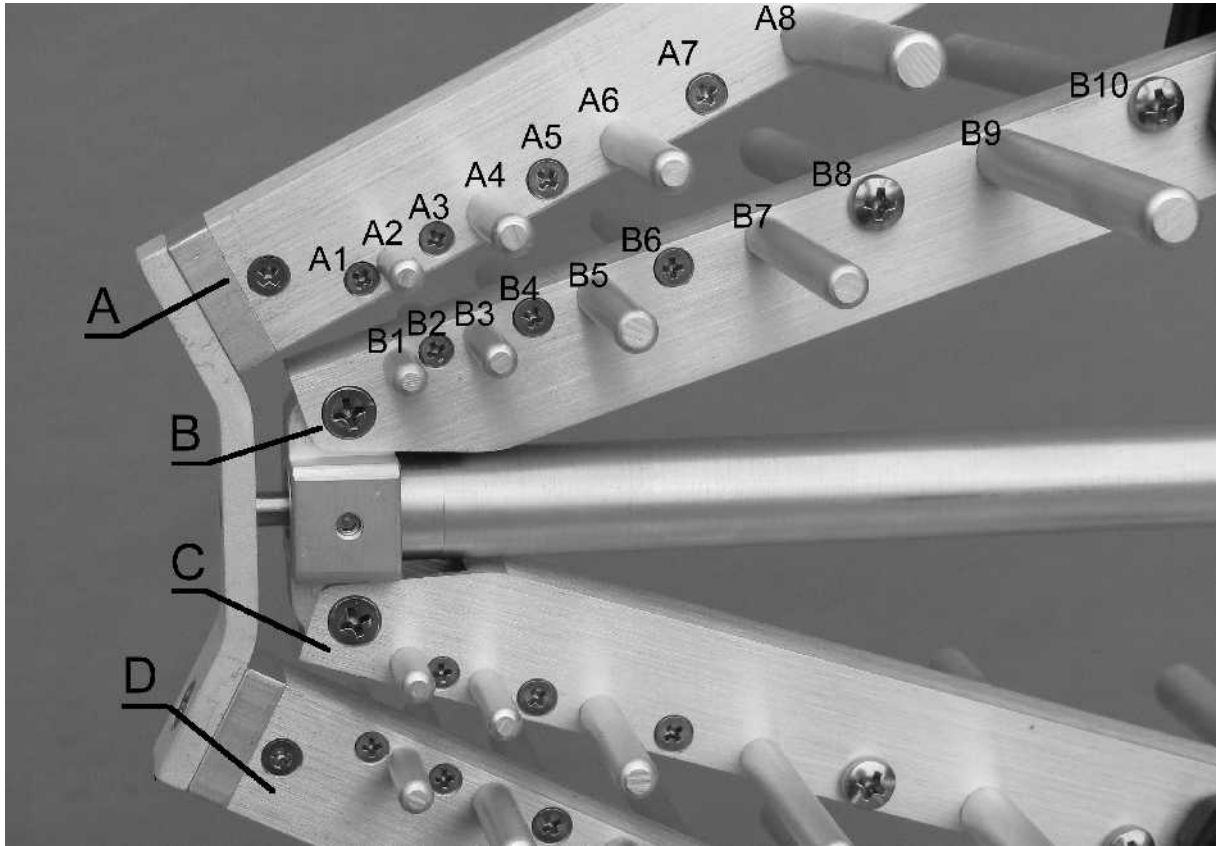
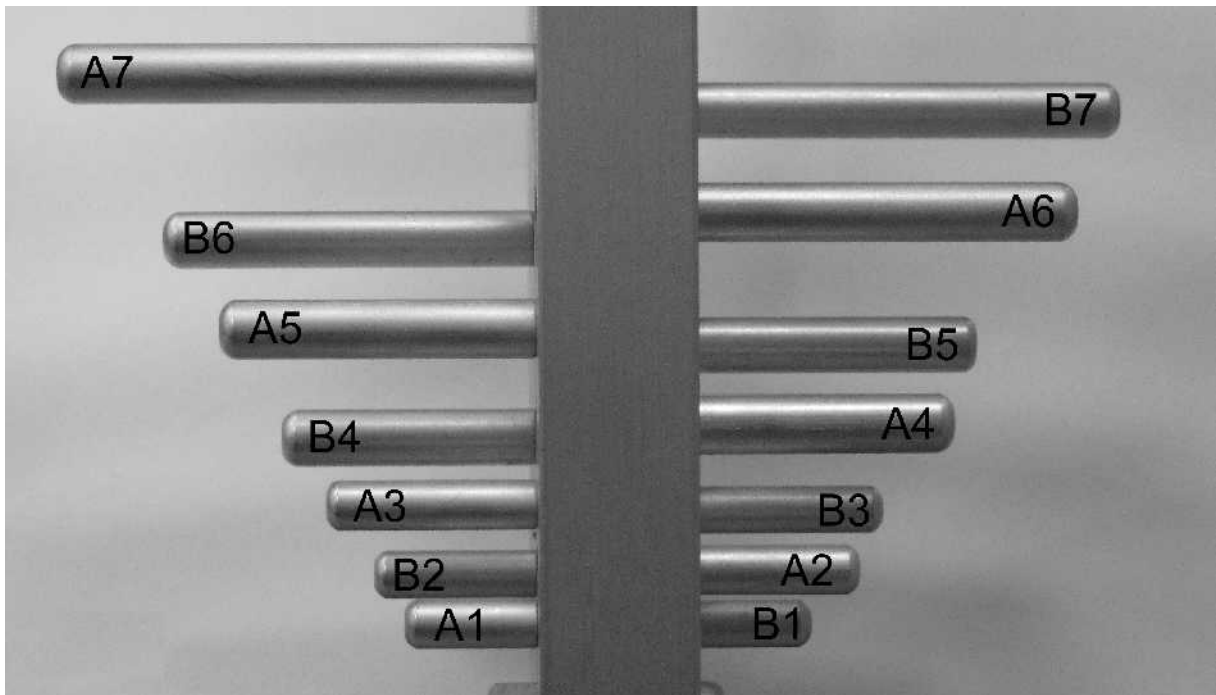

Fig. 3
Fig. 4
2.) Gegenüber liegende Elemente auf **A** und **B** (**C** und **D**) haben die gleiche Länge ($A_1=B_1$, $A_2=B_2$...), siehe Fig.3 und Fig.4.
3.) Elemente mit zunehmender Länge sind auf jeder Speiseleitung **A** bis **D** abwechselnd rechts / links installiert, siehe Fig.3 und Fig.4.
*2.) Oppositely mounted elements on **A** and **B** (**C** and **D**) have the same length ($A_1=B_1$, $A_2=B_2$...), see Fig.3 und Fig.4.*
*3.) Looking along **A** the element length rises from element to element in alternating direction. (Analog for **B**, **C** and **D**), see Fig.3 and Fig.4.*